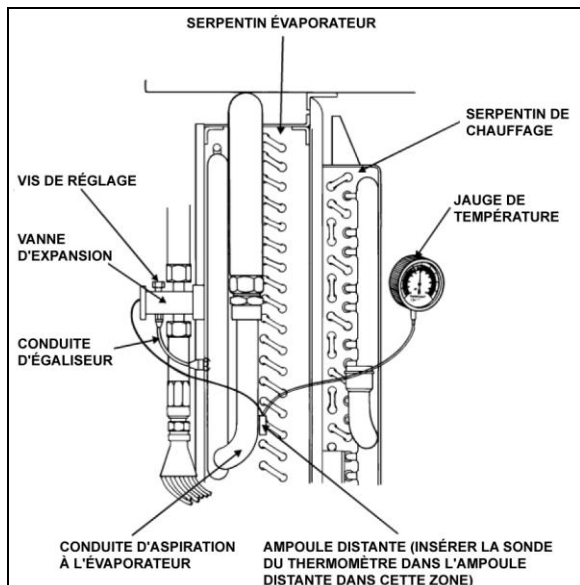

FIGURE 54 : AJUSTEMENT DE LA SURCHAUFFE 22046
3. Installer un thermomètre à lecture à distance sur le tuyau d'évacuation de l'évaporateur, près du bulbe à distance existant (Figure 54).